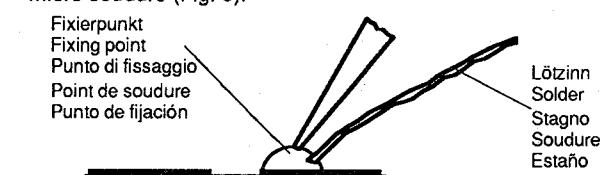

Fig. 3
3. Schritt: Lötspur von Lötrückständen säubern. Lötperle anbringen (Fig. 3).
3. step: Remove possible residues from the soldering point. Then apply a solder bead (Fig. 3).
3. Aspirer les restes de soudure sur le circuit. Poser une pointe de soudure (Fig. 3).
3. Pulire il punto dai residui di saldatura. Applicare una goccia di stagno (Fig. 3).
- Tercer paso: Limpiar el punto de soldadura de residuos de la soldadura dura anterior. Poner una gota de estaño (Fig. 3).